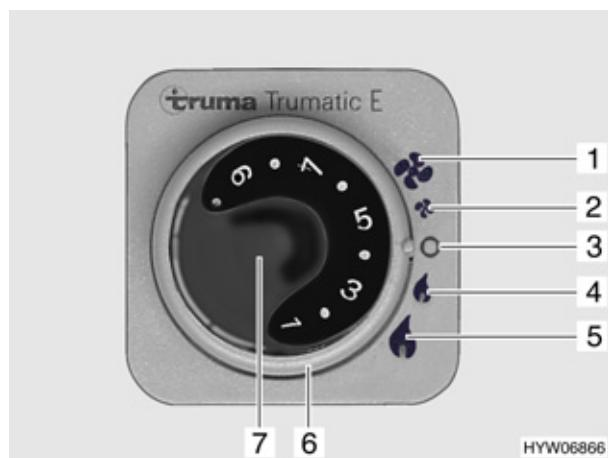

Fig. 144 Centralina di controllo per Trumatic E
- Impostare la manopola della temperatura (Fig. 144,7) sulla potenza desiderata.
- Posizionare l'interruttore girevole (Fig. 144,6) sulla potenza desiderata:
- ▲ potenza piena (Fig. 144,5)
- ▲ potenza minima (Fig. 144,4)
- Posizionare l'interruttore girevole (Fig. 144,6) su "O" (Fig. 144,3).
-  potenza piena (Fig. 144,1)
-  potenza minima (Fig. 144,2)